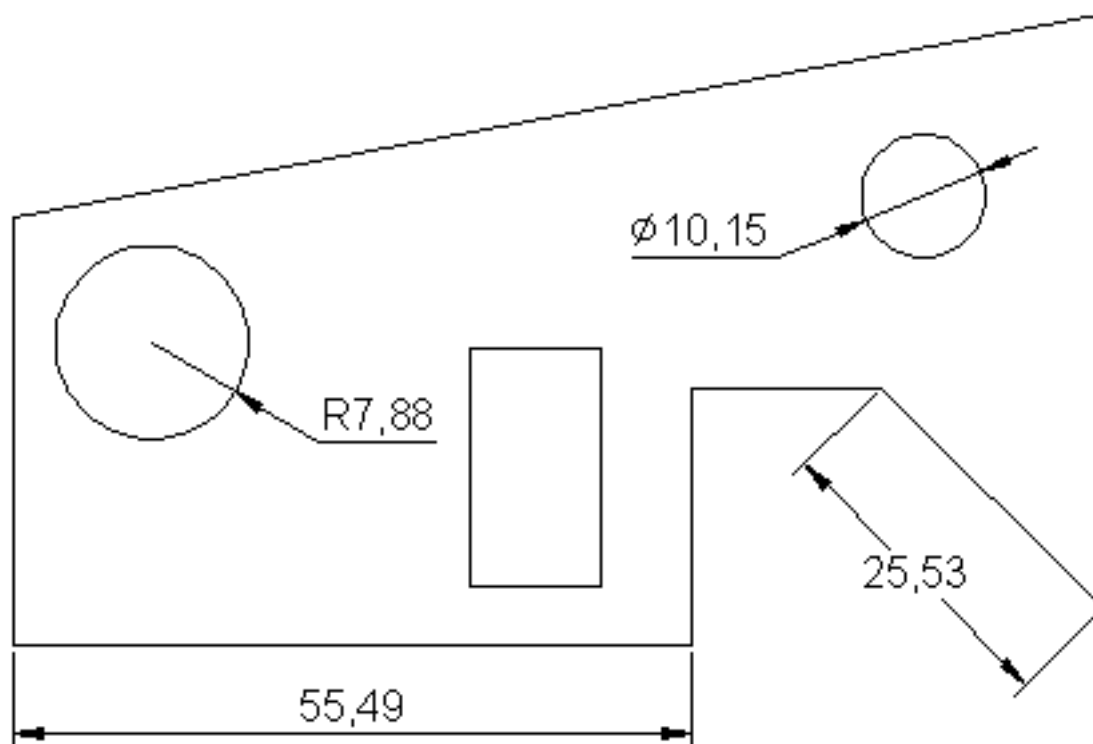

Рис. 5.21. Результат применения нового стиля размера
6. Разместите линейные размеры. Ваш чертеж при этом должен выглядеть примерно так, как показано на рис. 5.21.